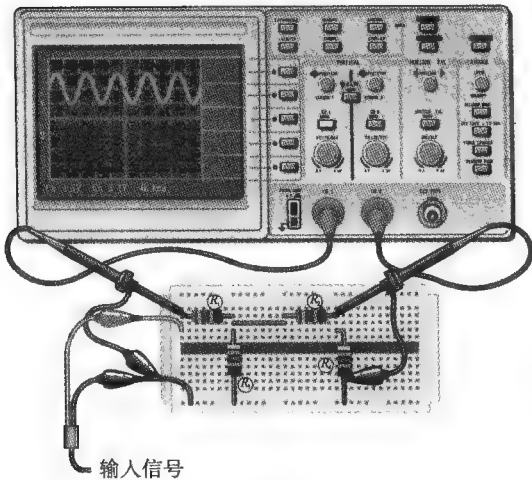

图 8-86
- 54. 根据图 8-86 中的仪器设置、示波器显示和电路板，确定输入信号和输出信号的频率与峰值。通道 1 的波形已显示，请按指定设置绘制通道 2 的波形。其中，电阻 R_1 和 R_2 的色环颜色分别为：绿、蓝、棕、金；电阻 R_3 和 R_4 的色环颜色分别为：黄、紫、棕、金。